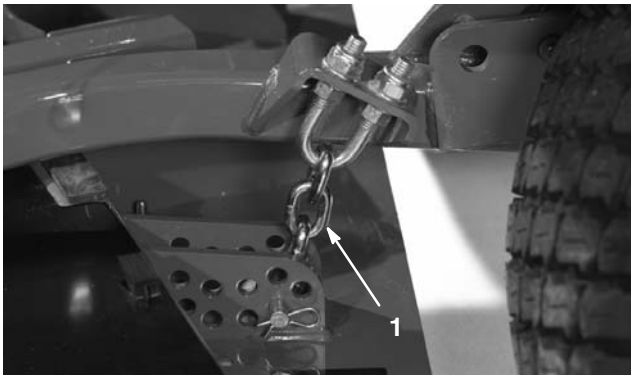

Bild 76
3. Entfernen Sie den Splint und den Lastösenbolzen, mit denen die Schnitthöhenketten an der Rückseite des Mähwerks befestigt sind (Bild 76).